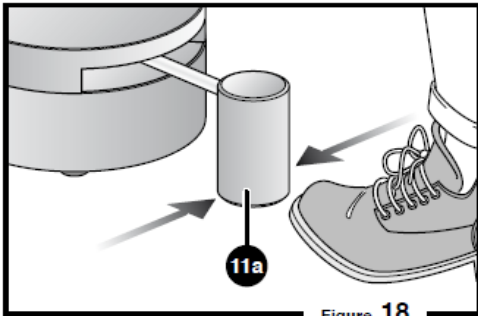

Figure 18
-화면(13h)에 숫자를 체크한다: 이것은 다른 설정이 맞춰질 때까지 화면에 저장될 것이다. 표시된 숫자는 RPM(×100)으로 표시된다. 예를 들어 화면에 “150”으로 표시되었다면 순간 회전속도는 15,000 RPM 일 것이다. pedal control lever가 중립위치(Figure 18 참조)에 있을 때, 화면에는 “OFF”로 표시된다.